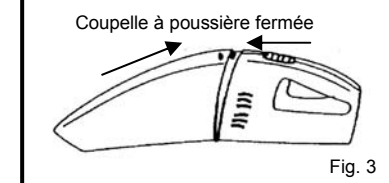

Fig. 3
2. Vérifiez que le filtre à poussière est à l'intérieur et rattachez la coupelle sur l'aspirateur portable. (Fig. 3)